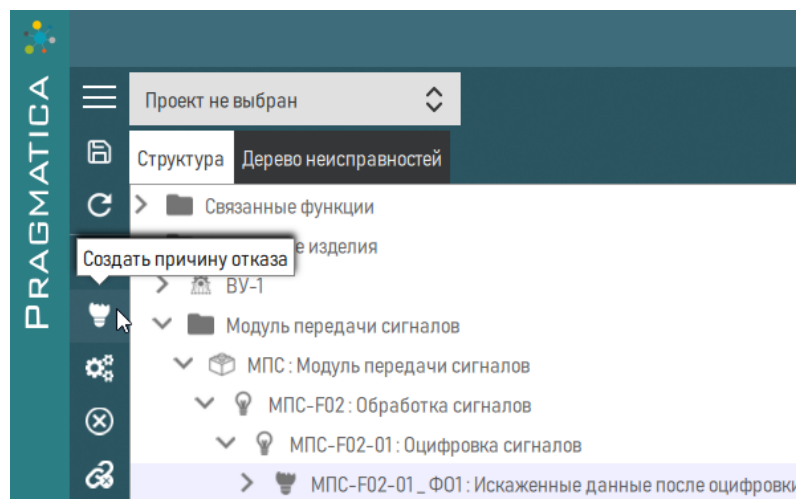

Рисунок 227 – Создать причину функционального отказа
- 10) Создать причину функционального отказа – конструктивный отказ. Для этого выбрать функциональный отказ и нажать кнопку «Создать причину отказа», расположенную слева на панели (рисунок 227).